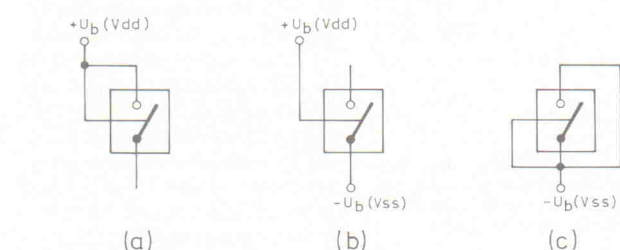

Bild 13. Unbenutzte Schalter des 4066B müssen mit einer der abgebildeten Methoden gesperrt werden.
- Jeder unbenutzte Schalter muß gesperrt werden (siehe Bild 13), indem man die Steuereingänge an die positive Betriebsspannung und einen der 'Schalter'-Anschlüsse an die positive oder negative Betriebsspannung legt. Einfacher ist es, alle drei zu einem Schalter gehörenden Anschlüsse an die negative Betriebsspannung zu legen.